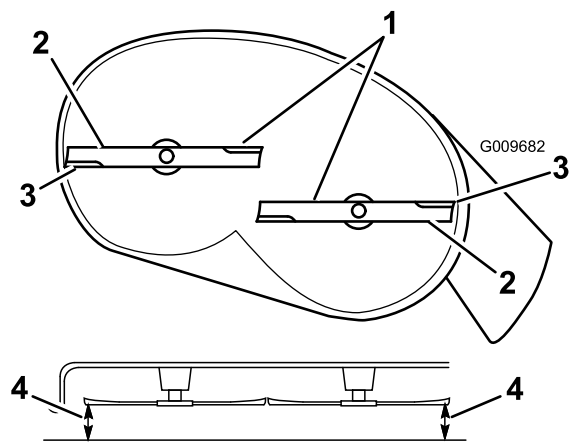

Figura 47
4. Gire cuidadosamente las cuchillas hasta que estén todas orientadas lateralmente (Figura 47).
5. Mida entre los bordes de corte exteriores y la superficie plana (Figura 47). Si hay una diferencia de más de 5 mm (3/16 pulg.) entre ambas dimensiones, se requiere un ajuste; siga con este procedimiento.